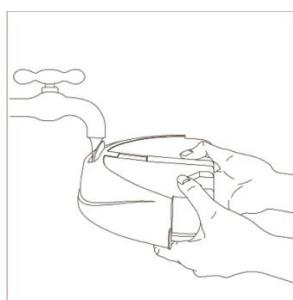

Figura 3
- Avertisment: Nu introduceți parfum, oțet, amidon, agenți de detartrare, aditivi de călcat sau alte substanțe chimice în rezervorul de apă, deoarece aparatul nu este proiectat să funcționeze cu aceste substanțe chimice (Figura 3).**